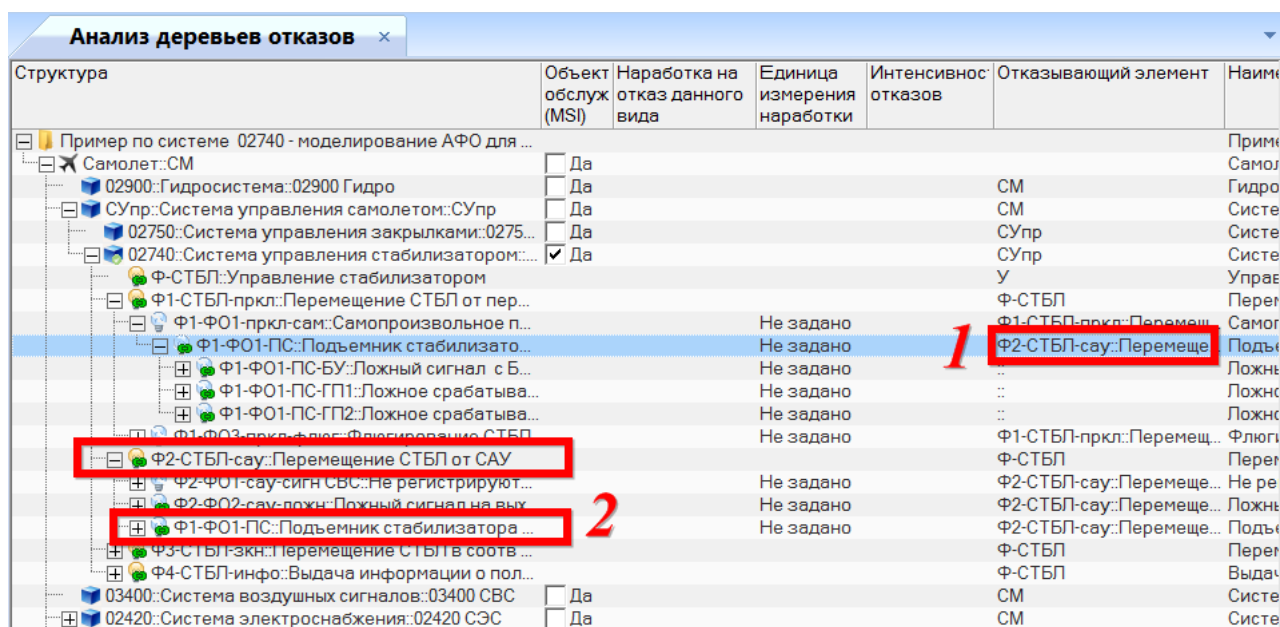

Рис. 10-352 – Пример связи ФО с другим ФО и с функцией
7) В открывшемся информационном окне нажать «ОК» (рис. 10-352). Окно будет закрыто.